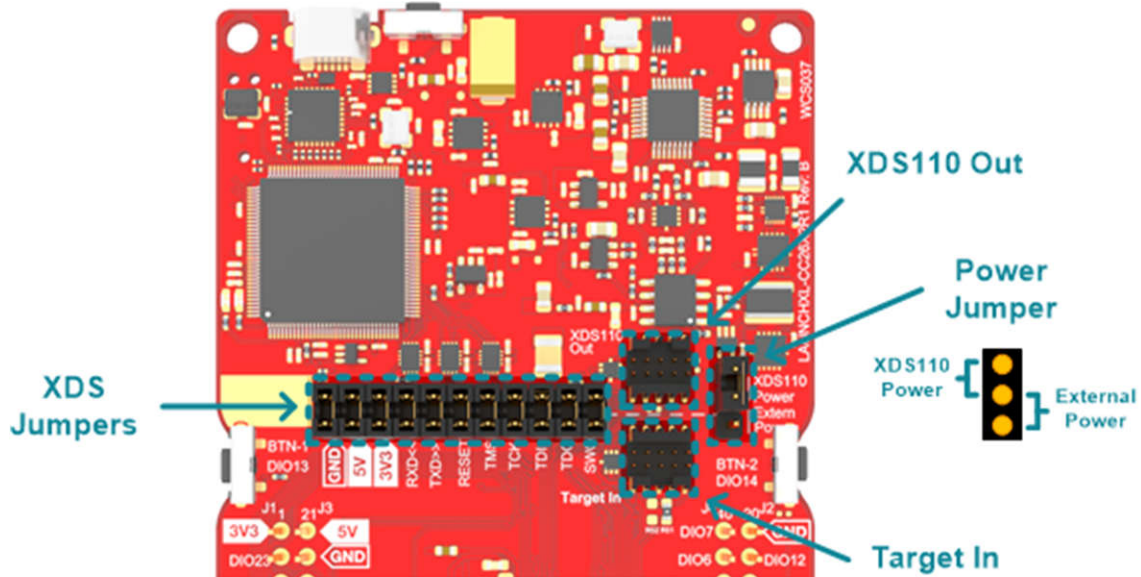

図 3-2. LaunchPad の XDS ジャンパ
- 図 3-2 に、LaunchPad の XDS ジャンパを示します。